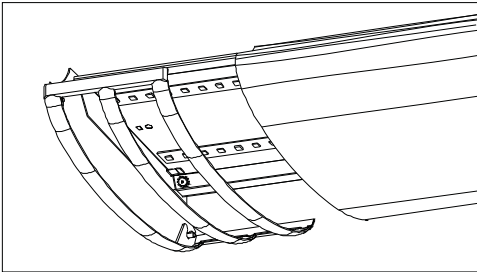
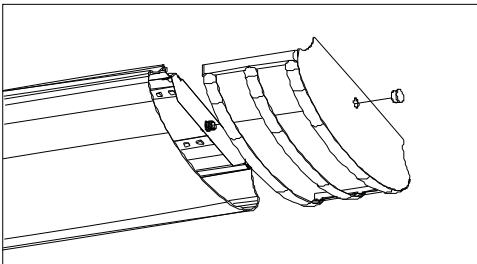

Figure 6
Figure 7
8. **Faire glisser le diffuseur (3) entre l'embout décoratif (2) et le boîtier du luminaire (6).** **Voir la figure 6.** Installer un autre embout décoratif et un autre écrou tout en soutenant le diffuseur. **Voir la figure 7.**
8. **Slide Diffuser (3) between Decorative End Cap (2) and Fixture Housing (6).** **See Fig. 6.** While supporting Diffuser install other Decorative End Cap and Nut. **See Fig. 7.**
8. **Deslice el difusor (3) entre el cabezal decorativo (2) y la carcasa de instalación (6).** **Consulte la Fig. 6.**
Mientras sostiene el difusor, instale el otro cabezal y tuerca decorativos. **Consulte la Fig. 7.**